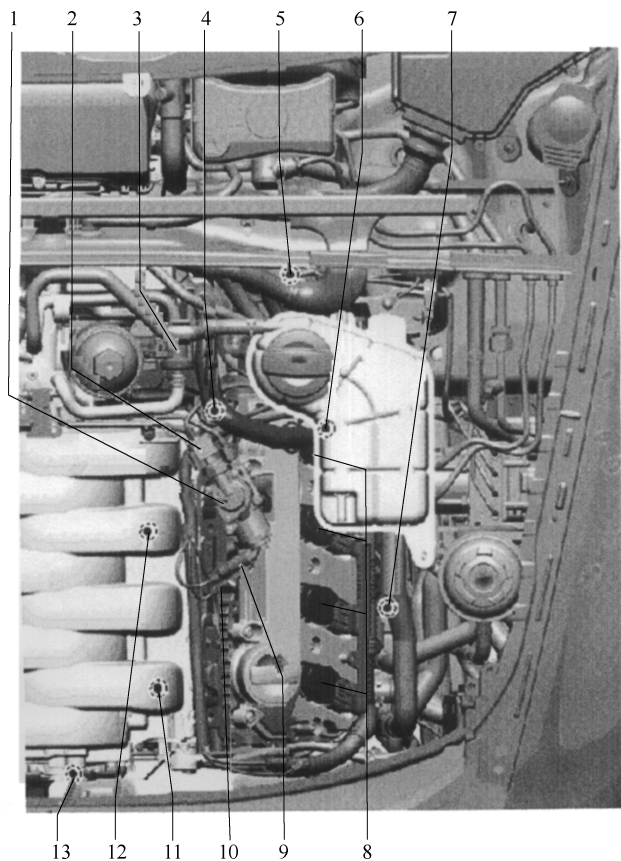

图 1-2-52 发动机室左侧各部件安装位置
- (1) 插接器用于氧传感器 G39(尾气催化转化器前)和氧传感器加热装置 Z19，用于尾气催化转化器后的氧传感器 G130 和尾气催化转化器后氧传感器加热装置 1(Z29)。
- (2) 更换节气门控制单元 J338 后重新进行调整。
- (3) 发动机上的前部部件包括：进气管风门电动机 V157、进气管风门电位计 1(G336)、开关式进气管电动机 V183 和进气管风门电位计 2(G512)；爆燃传感器 4(G199)的插接器、爆燃传感器 3(G198)的插接器、爆燃传感器 1(G61)的插接器和爆燃传感器 2(G66)的插接器。
- (4) 高压燃油泵带燃油计量阀 N290。
- (5) 气缸列 1 点火线圈包括：点火线圈 1(N70)、点火线圈 2(N127)、点火线圈 3(N291)和点火线圈 4(N292)。
- (6) 霍尔传感器 3(G300)拧紧在外部气缸盖上。
- (7) 二次空气泵电动机 V101 在前照灯下面右前侧。
- 发动机室左侧各部件安装位置如图 1-2-52 所示，部件 A~J 在图中未画出。
- (1) 高压燃油泵带燃油计量阀 2(N402)。
- (2) 活性炭罐电磁阀 1(N80)。活性炭罐电磁阀 2(N115)仅用于美国汽车。
- (3) 插接器用于氧传感器 2(G108)(尾气催化转